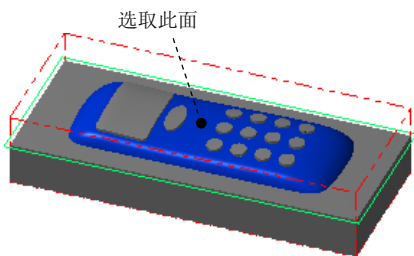
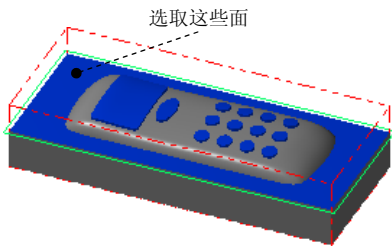

图 24.21 选取加工面
图 24.22 选取干涉面
Step2. 设置加工区域。在图形区中选取图 24.21 所示的曲面，然后按 Enter 键，系统弹出“刀具路径的曲面选取”对话框。单击 **干涉面** 区域的  按钮，在图形区中选取图 24.22 所示的曲面（共 36 个面），单击  按钮完成干涉面的选取，同时系统返回至“刀具路径的曲面选取”对话框。单击  按钮，系统弹出“曲面精加工环绕等距”对话框。